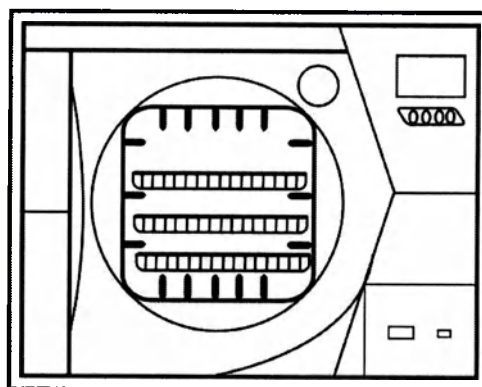

Рисунок 10: Схема расположения стойки реверсивной Стерилизатора парового T&S23B
2) 3 лотка / кассет в горизонтальном положении (рис. 10)